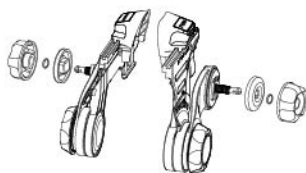

fig.13
- Dévissez le bouton de connexion principal de chaque adaptateur (voir fig.13).